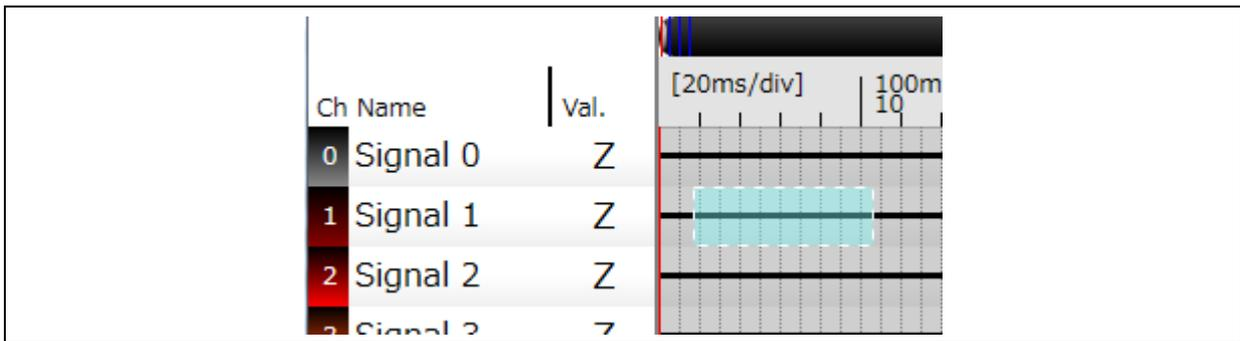

Figure 22
- 1) 貼り付けを選択すると、貼り付ける波形データの領域(貼り付け領域)が点線で囲まれて表示されます。(Figure 22 の水色の領域)